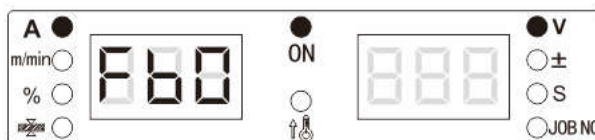

Рисунок 3-26. Отображение функции FB0 на цифровых дисплеях
2. Поворотом регулятора панели управления установите выбор функции FB0 (см. Рисунок 3-26).